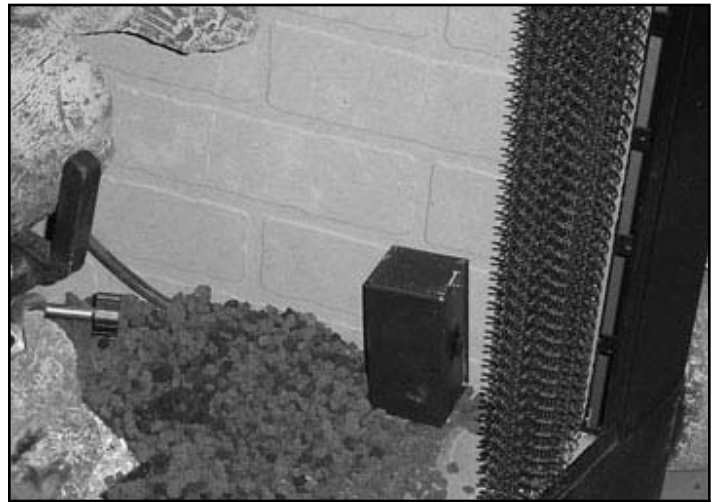

Figure 3 Commutateur pour les modèles REM
- Les modèles REM incluent un assemblage de commutateur. Placez le commutateur dans le coin avant du foyer pour un accès facile et loin de la chaleur. Voir la figure 3. L'assemblage comprend une pile de 9 V. Remplacez la pile au besoin en retirant les vis de la boîte de commutateur.